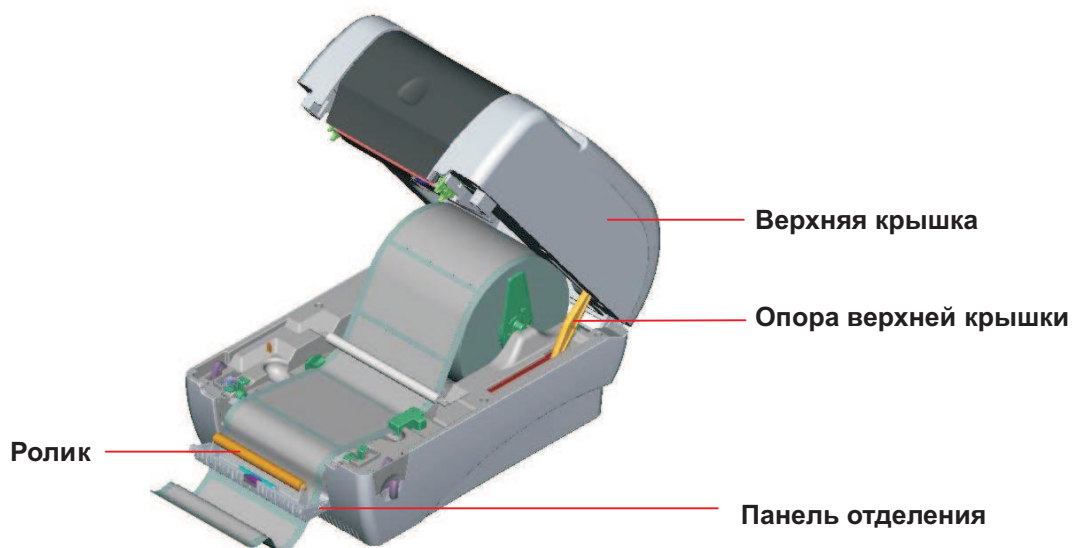

Рис. 20. Пропустите бумагу через отверстие бумажной подложки под роликом и отделите часть этикетки
5. Пропустите бумагу через отверстие бумажной подложки под роликом и отделите часть этикетки (см. рис. 20).